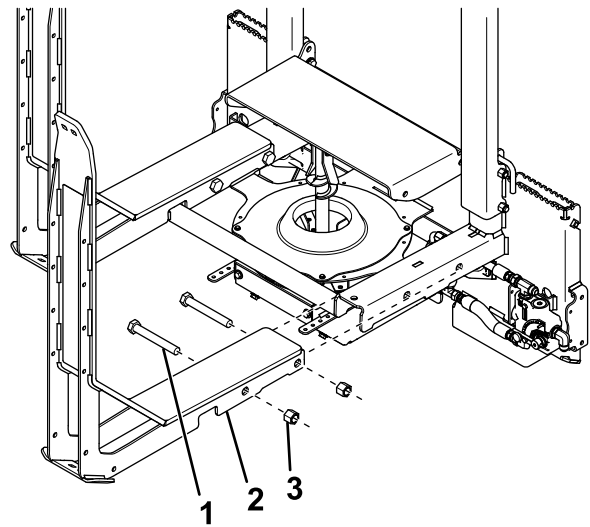

Figure 4
4. Glissez une fourche coudée sur un des bras latéraux de l'épandeur et fixez-la avec 2 boulons ($\frac{3}{4}$ po) et 2 contre-écrous en nylon ($\frac{3}{4}$ po), comme montré à la Figure 4.